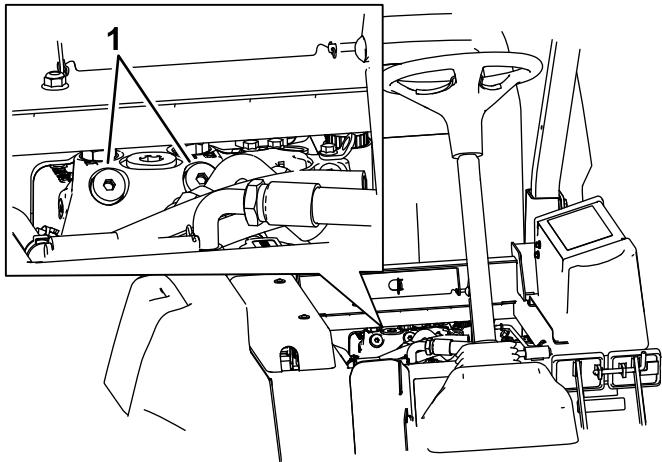

Bild 70
1. Klappen Sie den Sitz hoch und ermitteln Sie die Sicherheitsventile, die sich unter der Vorderseite des Kraftstofftanks befinden (Bild 70).